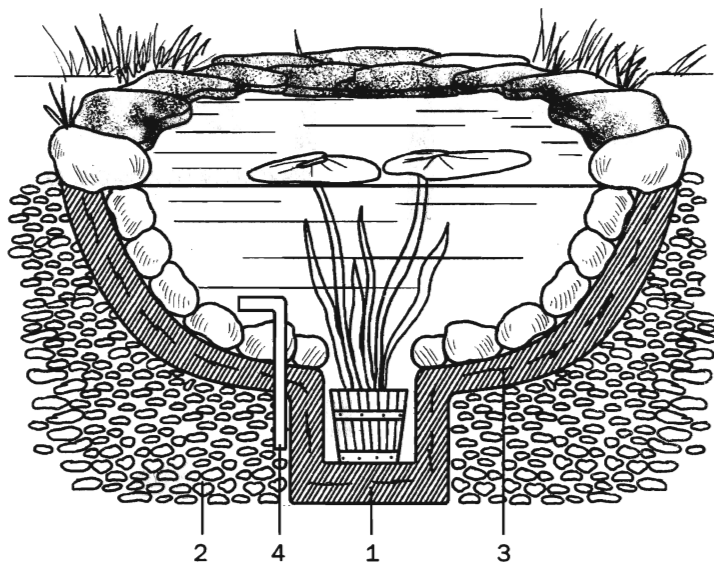

Рис. 69. Декоративное озеро: 1 — слой бетона; 2 — дренаж из гравия; 3 — металлическая сетка; 4 — сливная труба
*Этап IV.* Через слой бетона в дренаж под озером монтируют вертикальную трубу с вентилем, через которую поздней осенью сливают воду (рис. 69).